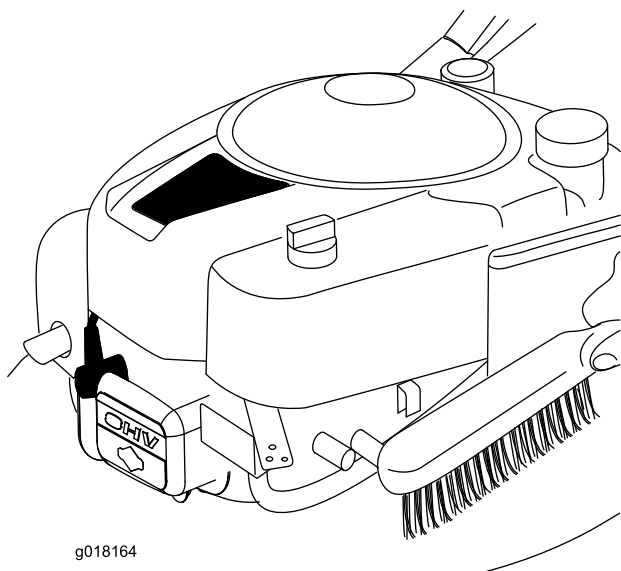

Figura 27
- Eliminate tutta l'erba e i detriti dal motore, nonché dalla marmitta/protezione della marmitta, dai condotti dell'aria nella cuffia superiore e dalle parti circostanti del piatto di taglio con una spazzola o aria compressa (Figura 27).